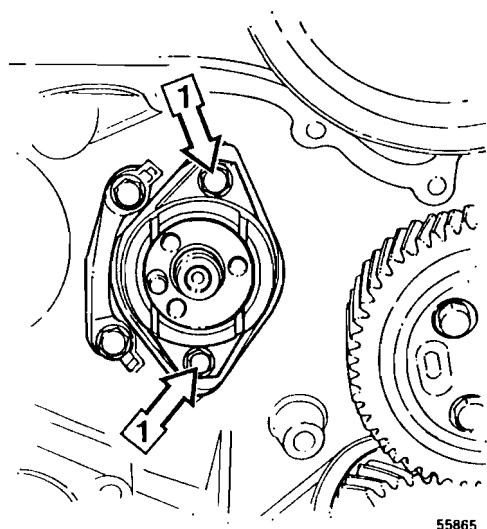

Fig. 193
- 5 Quitar la brida del árbol de levas (cojinete axial), véase la fig. 193.
- 10 Introducir con cuidado el árbol de levas en el bloque. Atornillar la brida que fija el árbol en posición axial, véase fig. 193. El par de apriete es de 40 Nm.